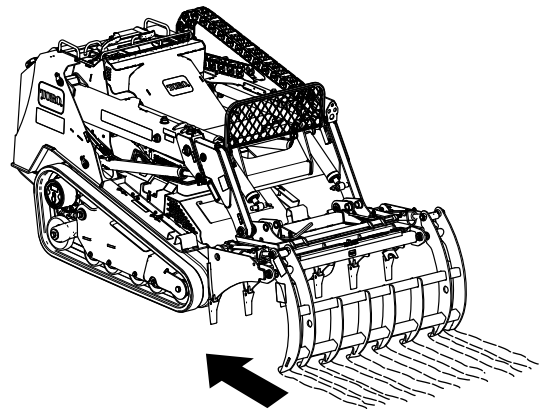

Figura 5
2. Conduzca la máquina hacia atrás. Para rastrillar palos sueltos y otros residuos, que pueden agarrarse luego con las mordazas, coloque los dientes en el suelo. Para abrir surcos en la tierra y romper la superficie, haga que los dientes penetren en el suelo (Figura 5).